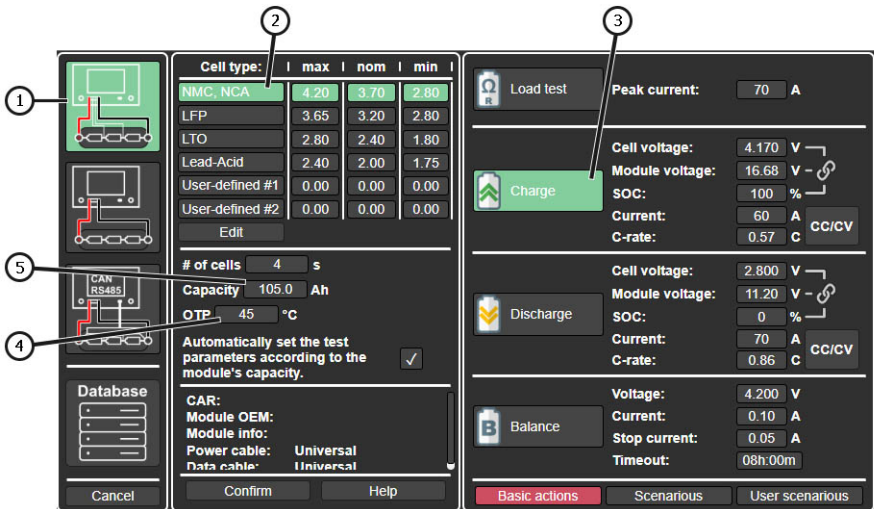

Figura 16
2. Acceda al menú de selección de modos y configuración de parámetros del probador pulsando el botón «**Test setup**». Configure los parámetros de carga de la batería (los siguientes puntos corresponden a las posiciones indicadas en la Figura 16):